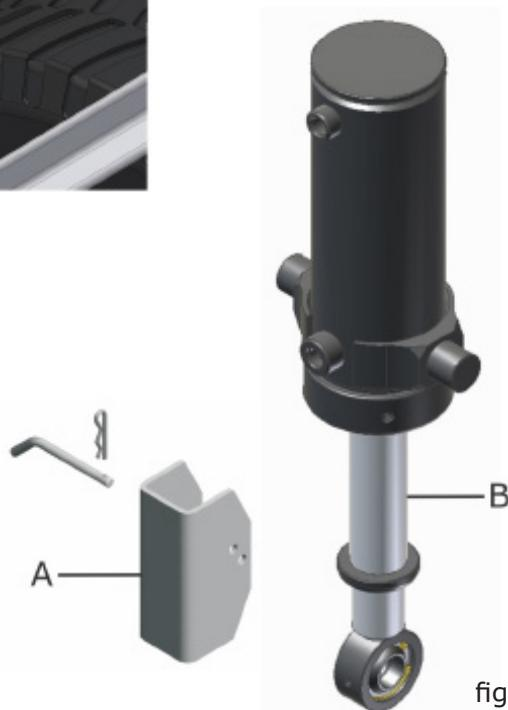

fig. 21
Ao transportar a semeadora, coloque os dispositivos de segurança (A) (fig. 21) na haste (B) dos cilindros hidráulicos, para evitar a sobrecarga nos mesmos.